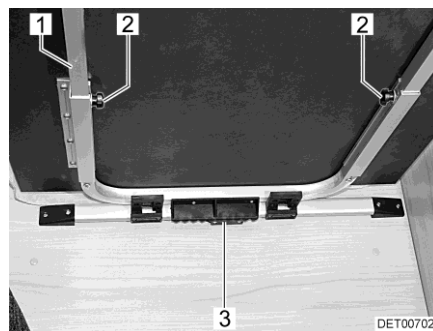

Fig. 55 Décaler/agrandir la table suspendue
- Desserrer les vis moletées (Fig. 55,2).
- Soulever légèrement le plateau de table à l'avant et le tirer jusqu'à la butée. La rallonge de table (Fig. 55,1) est complètement sortie.
- Soulever légèrement le plateau de table à l'avant et le repousser jusqu'à la butée. La rallonge de table (Fig. 55,1) est complètement rentrée.